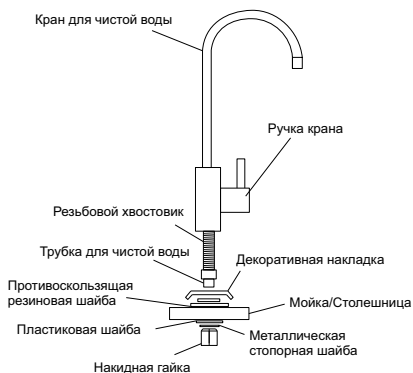

Рисунок 10
2. Достать кран с комплектующими из коробки, на резьбовой хвостовик крана последовательно надеть декоративную накладку, противоскользкую резиновую шайбу и установить кран в отверстие в мойке (рис. 10)